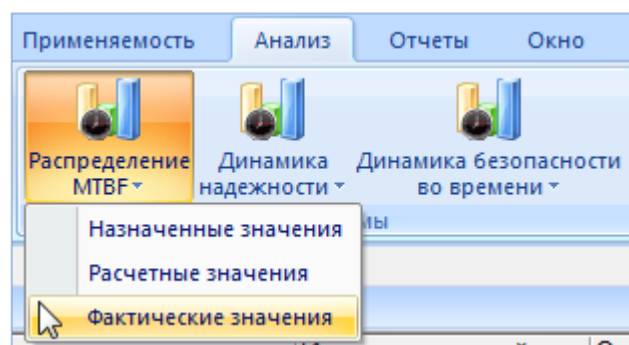

Рис. 29-18 – Выбор диаграммы
- 3) Нажать кнопку «Распределение MTBF» панели «Диаграммы» на вкладке «Анализ» и выбрать пункт «Фактические значения» (рис. 29-18).